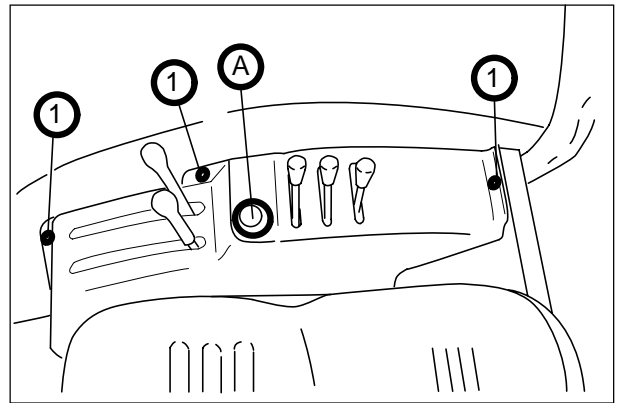
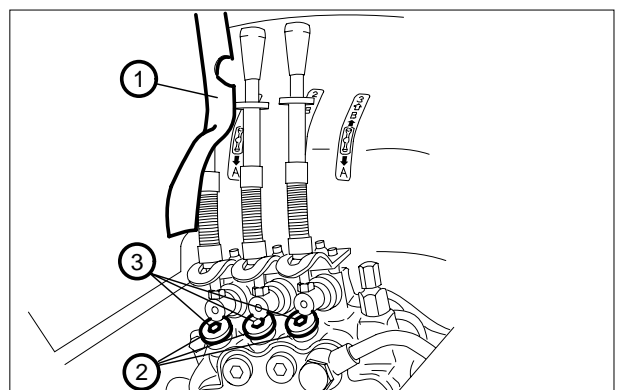

Fig. 19. 'A' Botão para activar o bloqueio do diferencial
Fig. 24C. Conversão efeito simples/duplo.
Bloqueio do diferencial engatado: para engatar o bloqueio do diferencial prima o botão (A, Fig. 19).
- 1 - Remova os três parafusos (1, Fig.19) que fixam o revestimento (1, Fig.24C)
- 2 - Eleve e desloque o revestimento (1, Fig.24C)
- 3 - Desaperte a contraporca (2, Fig.24C)
- 4 - Regule o parafuso de conversão (3, Fig.24C):